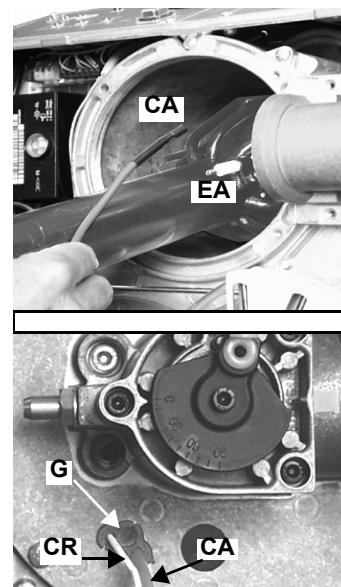

Fig. 32
- 2 Quite el conector CR del electrodo de detección (Fig. 32).
- 3 Desconecte el cable CA del electrodo de encendido EA (Fig. 32) y extraígallo por el orificio de la brida de soporte del cabezal, quitando la junta G (Fig. 32).